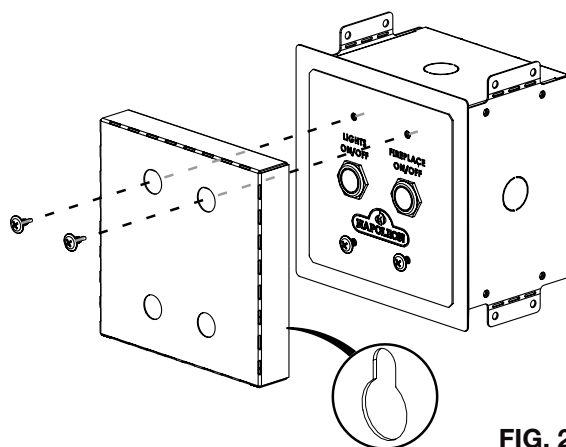

FIG. 2
2. Fixez le gabarit des matériaux de finition de la boîte de commutation à l'interrupteur de commande assemblé (FIG. 2).